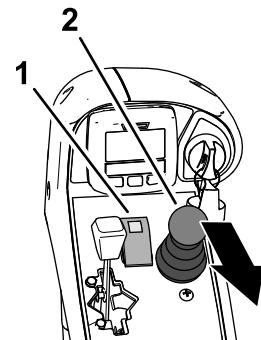

Figura 37
1. Presione hacia abajo del mando la TDF hasta la posición de DESENGRANAR (Figura 37).